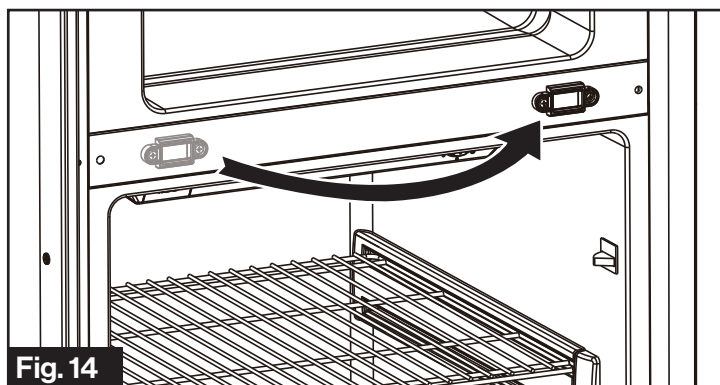

Fig. 14
6. Dévissez les vis de fixation du support de la serrure de porte, puis placez-les sur le côté opposé. (Fig. 14)